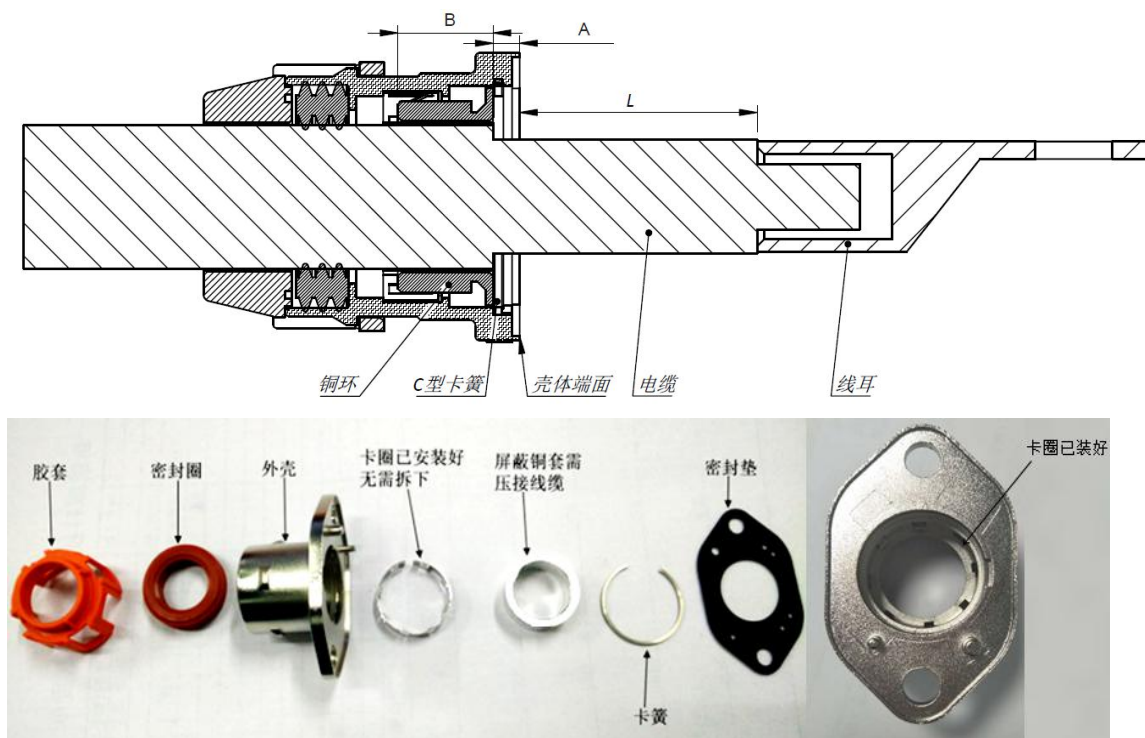

图 13
4.3.8 安装直流母线与电机三相线束时，需确保控制器壳体对应标识与线束端标签标识匹配对应，控制器高压电缆格兰及所有组成件无缺失并完好。安装时，需确保接线端子固定螺栓与格兰安装到位（接线端子固定螺栓安装扭力需满足 15N.m-20N.m，格兰螺母紧固扭力需满足 6N.m-8N.m。动力线束需就近进行固定绑扎，且锁紧器出线处线缆折弯半径不小于 99mm。注：对于由整车厂自制直流母线或电机三相线束时，需满足穿入格兰处的线缆外径不小于 13.5mm，接线端子宽度不大于 18mm（端子固定螺钉为 M8）。格兰组成示意图见下图 13：